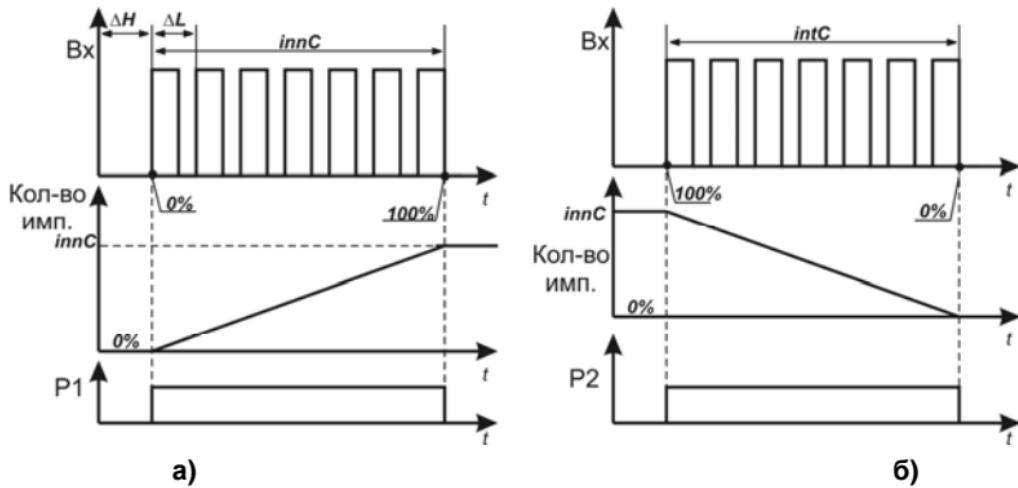

Рисунок 3.7
При **PreS** = 2 – режим работы без дожатия. Открытое и закрытое положение задвижки определяется при выполнении двух условий (рисунок 3.7):
- значение времени хода задвижки находится в интервале, определяемом значениями параметров *innL* и *innH* ($\Delta L = innC - innL$, $\Delta H = innH - innC$), рисунок 3.7, а – определение открытого положения, рисунок 3.7, б – определение закрытого положения.